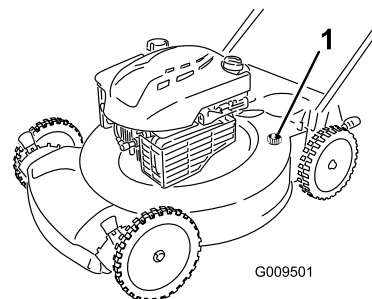

Рисунок 25
4. Присоедините садовый шланг, подключенный к источнику воды, к отверстию для промывки в корпусе машины (Рисунок 25).